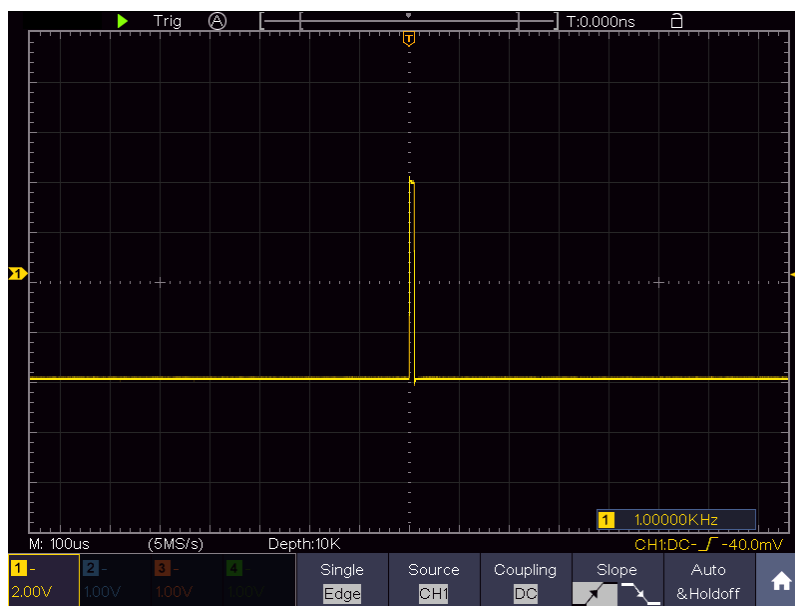

Figure 7-3 非周期信号の観測
- (8) **Source** をタッチして **CH1** を選択します。
- (9) **Coupling** をタッチして **DC** を選択します。
- (10) **Slope** をタッチして  (立ち上がり) を選択します。
- (11) **Auto&Holdoff** をタッチして **Auto** を選択し、オート・トリガ・モードにします。オート・トリガ・モードでは、トリガ条件を満たさなくても一定時間が経過すれば強制的に波形を取り込むので、波形の概要を観測することができます。
- (12) **Upper knob** を回してトリガ・レベルを、信号のおおよそ 50%のレベルに調整します。
- (13) 画面上部のトリガ状態表示を確認し、Ready でない場合は、**Run/Stop** ボタンを押して波形取り込みを開始し、トリガが発生するのを待ちます。信号が設定されたトリガ・レベルに達すると、1つの波形が取り込まれて画面に表示されます。この手法で、ランダムなパルスを簡単に取り込むことができます。例えば、高振幅のバースト・ノイズを見つけたい場合は、トリガ・レベルを平均信号レベルよりも高い値に設定し、**Run/Stop** ボタンを押してトリガを待ちます。ノイズが発生すると、波形を取り込みます。**HOR** ボタンが点灯している場合、**Upper knob** を回すと、水平トリガ・ポジションを左右に調整することができ、ノイズが発生する前あるいは後の波形を簡単に観察できます (Figure 7-3)。
- (14) トリガ条件を見つけることができたなら、トリガ・モードを Normal に設定すれば、トリガ条件を満たす場合のみ波形を連続して取り込み、Single に設定すれば、トリガ条件を満たした後に1つの波形を取り込んで波形取り込みを停止します。